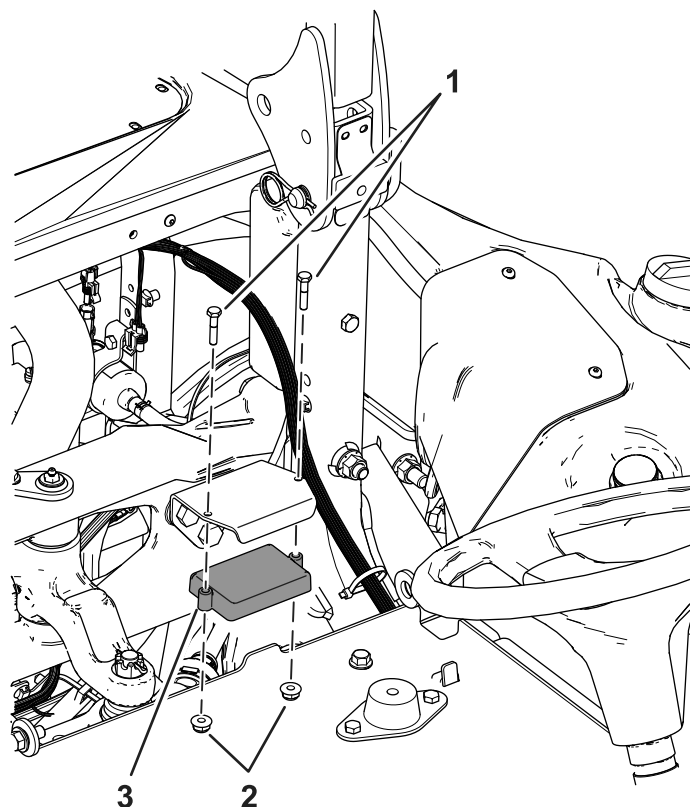

图 4
5. 用 2 个螺栓  $\frac{1}{4} \times 1\frac{1}{4}$  英寸和 2 个螺母  $\frac{1}{4}$  英寸将传感器安装到传感器支架请参阅图 4。